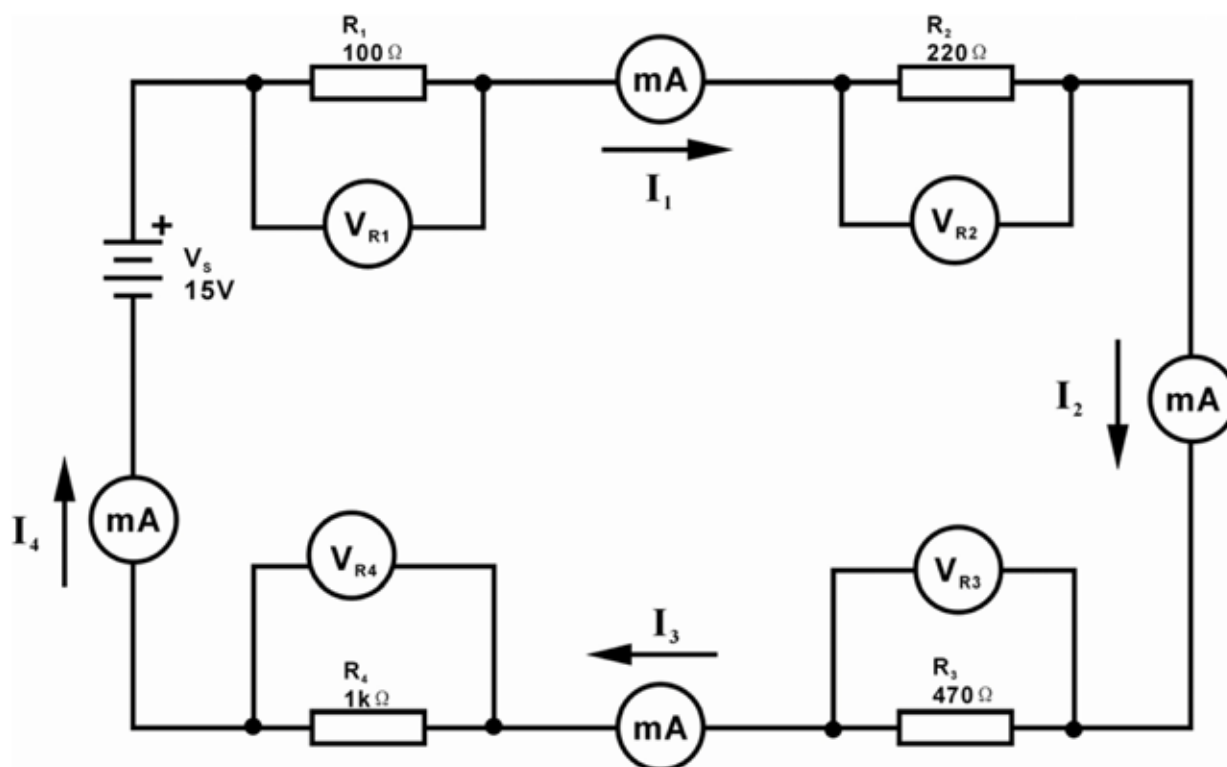

Figura 1
1. Realizzare il circuito illustrato in figura 1
3. Misurare la corrente in punti differenti e la tensione su ogni resistenza come mostrato in figura 1 e inserire i risultati in tabella 1